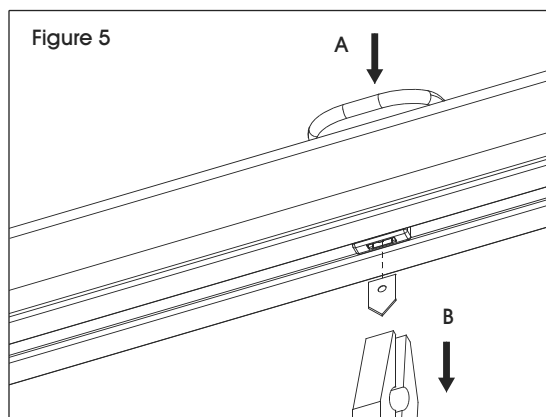

Figure 5
1. Soulevez la barre de scellage et appuyez sur la tête de l'ensemble du couteau (A). (Voir Figure 5)
2. Retirez le couteau (B) de son logement à l'aide de pinces. (Voir Figure 5)